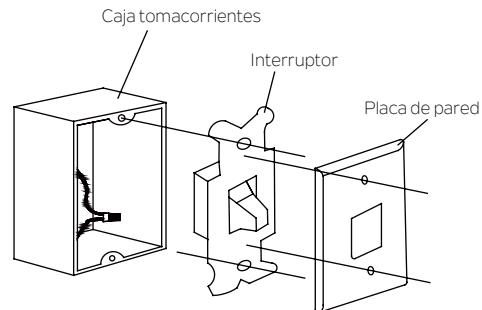

Fig. 25
**Paso 1.** Retirar la placa de pared existente y el interruptor viejo de la caja tormacorrientes de pared. Cablear la tuerca de los cables NEGROS (caliente) juntos y empujar hacia atrás dentro de la caja tormacorrientes de pared (Fig. 25) o seleccione la ubicación deseada con una nueva caja tormacorrientes de pared.